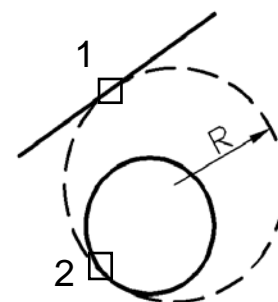

Рис. 1.15
На рис. 1.15 выполнено построение окружности заданного радиуса  $R$ , касательной к двум объектам командой **КРУГ** (опция **ККР** - 2 точки касания, радиус).
На рис. 1.15 построенная окружность показана штриховой линией; точки касания с отрезком - (1), с окружностью - (2).